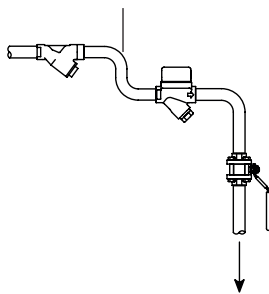

图3 典型的疏水阀安装方法
3.2 确定正确的安装位置和流向。介质流向在阀体或连接器都有明确标注，典型的安装方式见图3.